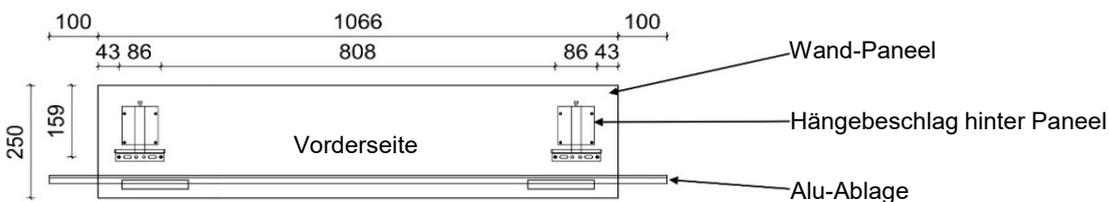

**Abb. 1: Bohrmaße von Wand-Paneel-Außenkanten für Aufhängeschienen**
**1. Bohrmaße für Aufhängeschienen Abb. 1 an Zimmerwand übertragen.**